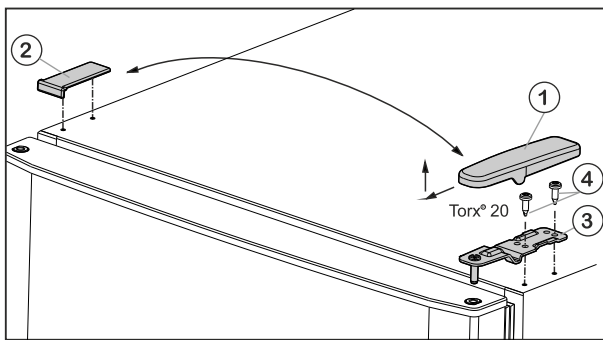

Fig. 5
- ▶ Retire hacia delante y hacia arriba la cubierta Fig. 5 (1).
- ▶ Desmonte la cubierta Fig. 5 (2).
- ▶ Desatornille el soporte de cojinete superior Fig. 5 (3) (2 x Torx® 20) Fig. 5 (4) y extráigalo hacia arriba.
- ▶ Inserte el soporte de cojinete superior Fig. 5 (3) en el nuevo lado de la bisagra y en la puerta.
- ▶ Enroscar el soporte de rodamiento superior (con 4 Nm) (2 veces para Torx® 20) Fig. 5 (4). Por último, no utilice ningún destornillador eléctrico.
- ▶ Colocar y encajar la cubierta Fig. 5 (1) desde el exterior en el lado opuesto.
- ▶ Colocar y encajar la cubierta Fig. 5 (2) también desde arriba en el lado opuesto.